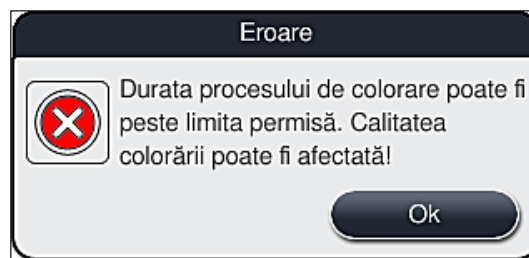

Fig. 109
1. După confirmarea acestui mesaj, utilizatorul este informat că perioadele de colorare pot fi depășite, adică stativele individuale au petrecut deja prea mult timp într-un reactiv în anumite circumstanțe sau într-o stație critică, ceea ce poate afecta calitatea de colorare. Confirmați acest mesaj de informare (→ "Fig. 109") apăsând butonul **OK** pentru a relua.